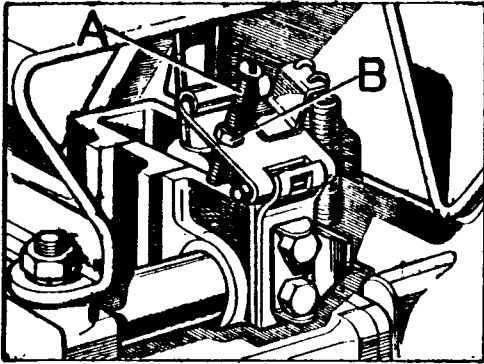

Fig. C-71 Ajuste del recorrido del tope de marcha atrás
- 3.1. Ajustar el tornillo, A (Fig. C-71) de tal forma que la placa con bisagra pueda ser elevada por la palanca de cambio, cuando se utiliza la marcha atrás, - al tiempo que debe notarse una resistencia apreciable.